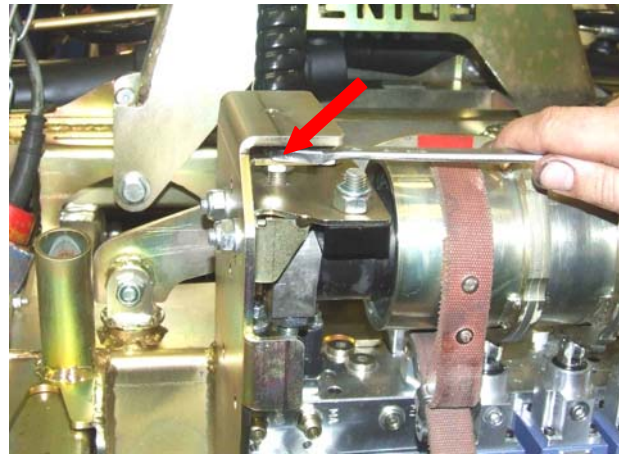

Fig.21
21. Kiristä ylempi lukkomutteri (rummun vasemmalla puolella) → Fig. 21